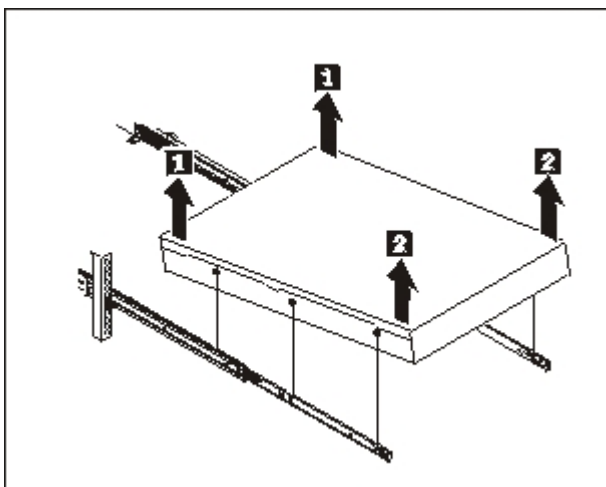

Figura 21. Levantando o Dispositivo Fora dos Trilhos Deslizantes
2. Levante o dispositivo para fora dos trilhos deslizantes, conforme mostrado na Figura 21.